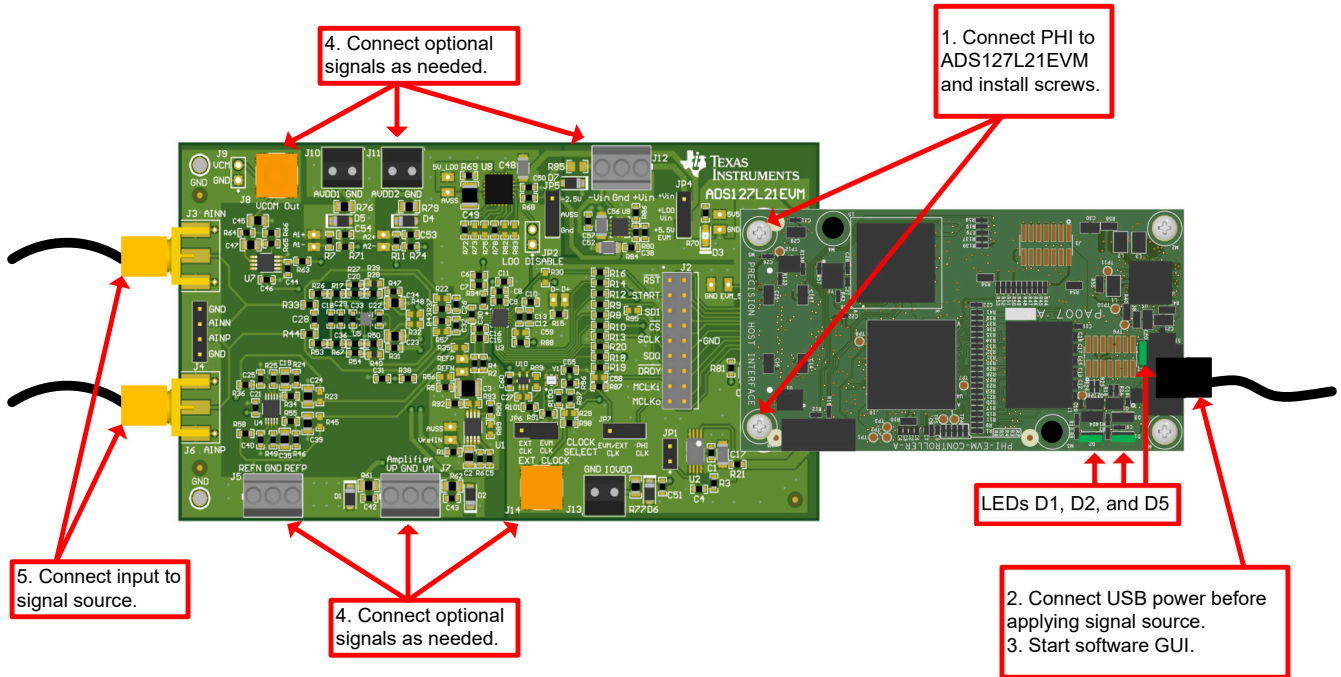

图 6-1. 将硬件连接到 ADS127L21EVM
安装软件后，按图 6-1 所示连接 EVM：
- b. PHI 上的 LED D1 和 D2 开始闪烁，表示 PHI 已启动并与 PC 通信；图 6-1 显示了生成的 LED 指示灯。